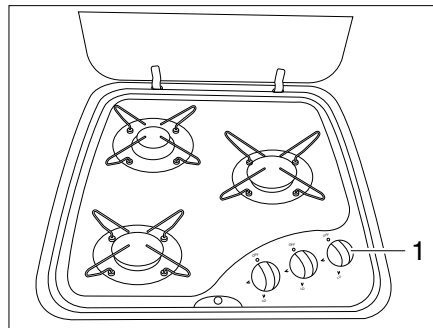
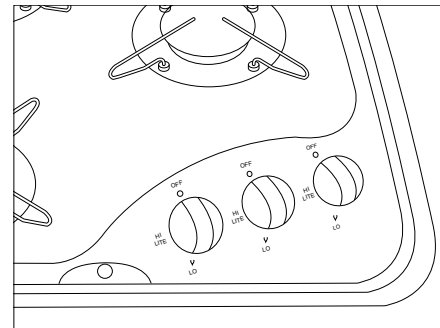

Bild 130 Bedienelemente für Gas-kocher
Bild 131 Bedienelemente für Gas-kocher (Alternative)
- Drehregler (Bild 130,1 oder Bild 131,1) der gewünschten Brennstelle auf Zündposition (große Flamme) drehen.
- Ggf. Wippschalter (Bild 130,2) drücken und halten, bis die Flamme brennt.